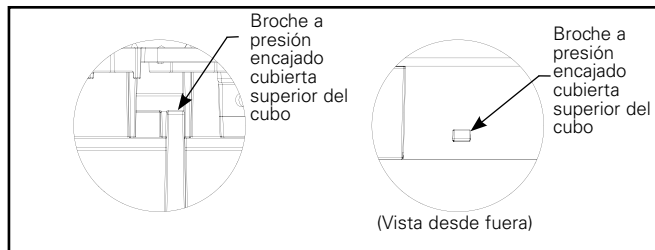

Figura 11.2.
- B. Los broches a presión (4 lugares) deben encajar completamente en la cubierta superior del cubo (Figura 11.2).